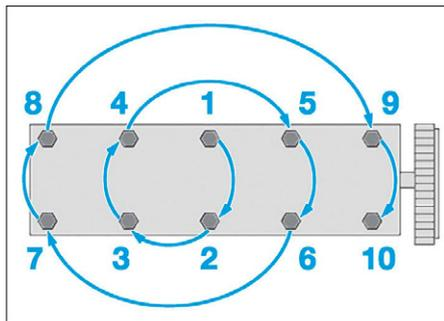

FIG. 95
- les vis de fixation de la culasse dans l'ordre indiqué (Fig.95).
- Mettre en place la culasse sur le bloc-cylindres puis serrer les vis au couple dans l'ordre inverse (Fig.95).